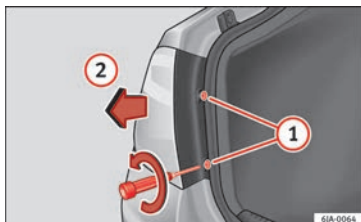

Bild 98 Ta bort bakljusenheten från sidopanelen
- Ta skruvmejseln eller en Torx 20-skruvmejsel (T20) från verktygssatsen, lossa (vrid motsols) och skruva ur de två fästskruvorna som håller lampfronten » **bild 98 ①**. Tappa inte bort dem.
- Dra bakljusenheten bakåt (» **bild 98 ②**) för att ta bort lampan från kapslingen.